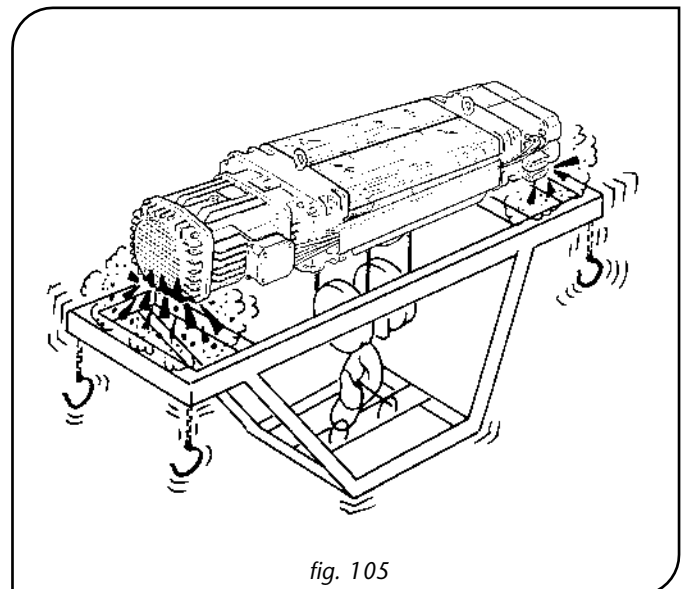

fig. 105
- Accessoires avec risque de collision avec des parties du palan ou chariot (fig. 105).